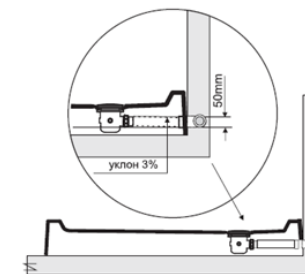

Рис.1
ВНИМАНИЕ! Монтаж душевой кабины производится только на полностью подготовленное место (рис. 1,2).
7. Для обеспечения слива воды из поддона канализационная труба должна быть ниже дна поддона. Уровень канализации не должен превышать 30 мм от пола до центра канализационной трубы (рис.1).